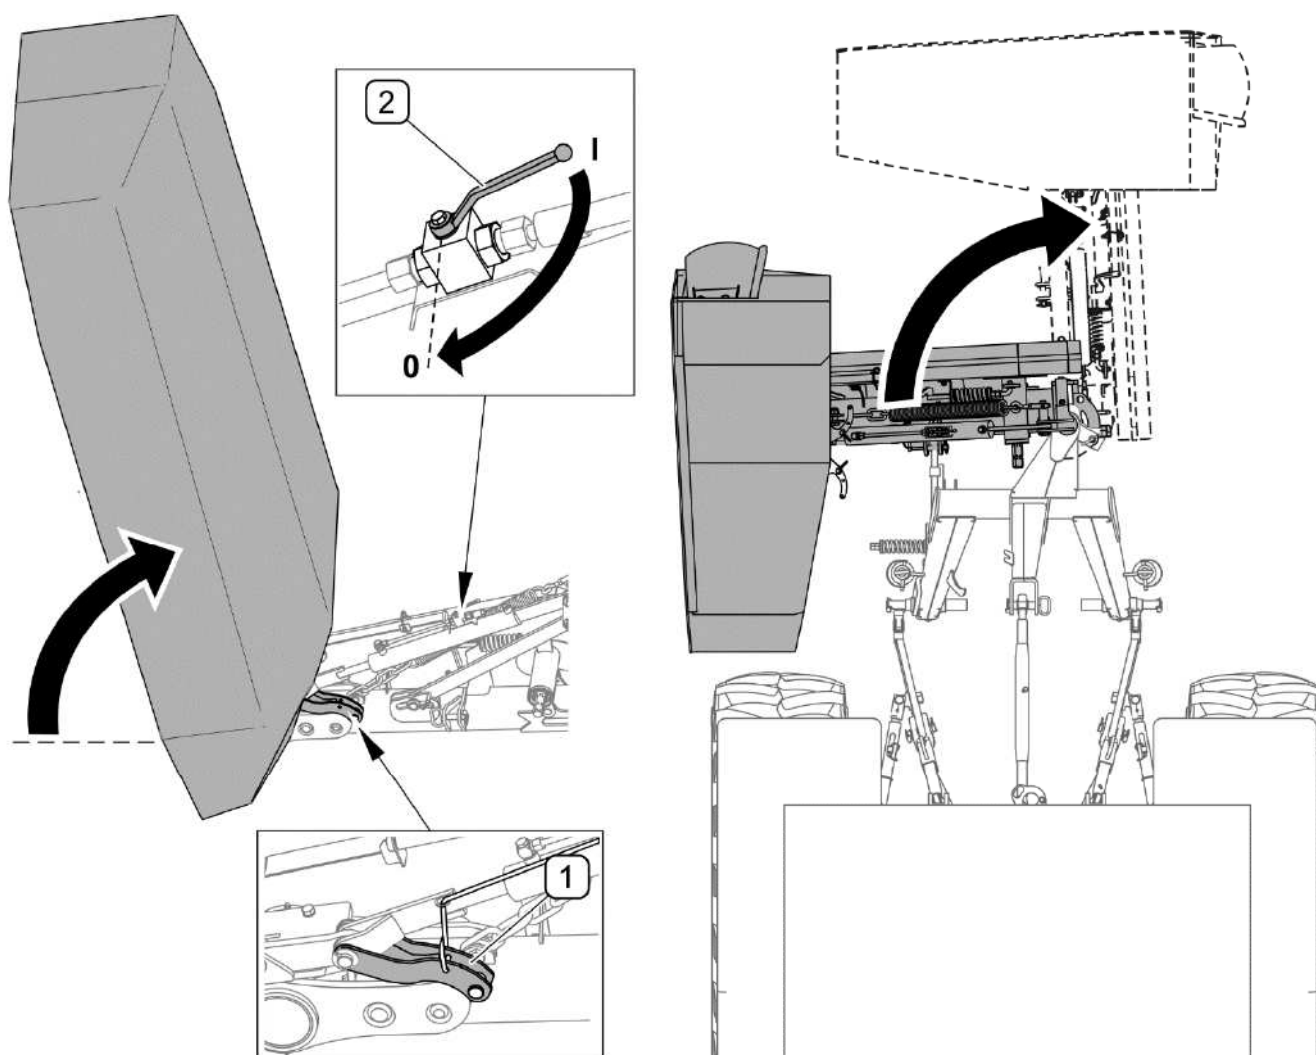

РИСУНОК 4.4 Установка в транспортное положение
- управляя гидравлической системой трактора, поднять несущее плечо до момента, пока не заблокируется собачка гидроцилиндра (1) (РИСУНОК 4.4),
- закрыть клапан (2) гидроцилиндра.
- управляя гидравлической системой трактора, поднять несущее плечо до момента, пока не заблокируется собачка гидроцилиндра(1) (РИСУНОК 4.4) и закрыть клапан (2) гидроцилиндра подъема,
- закрыть клапан (2) гидроцилиндра подъема (РИСУНОК 4.4).
Косилку, навешенную на трактор, необходимо транспортировать исключительно с закрытым клапаном (2) гидроцилиндра (РИСУНОК 4.4) – (в положении "0")
(1)- предохранитель; (2)- шкворень; (3)- чека
Чтобы демонтировать предохранитель (1) с несущего плеча, нужно вынуть чеку (3) и шкворень (2), поднять предохранитель (1) и закрепить в системе навески. Демонтаж предохранителя производится с целью установки косилки в транспортное положение (А, С РИСУНОК 4.4).